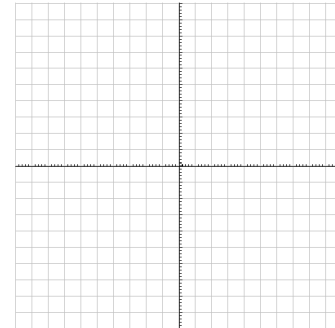

Figura 6. Papel milimetrado
5. Represente en el eje X los voltajes ajustados y en el eje Y los valores digitales logrados del punto anterior en la Figura 6.